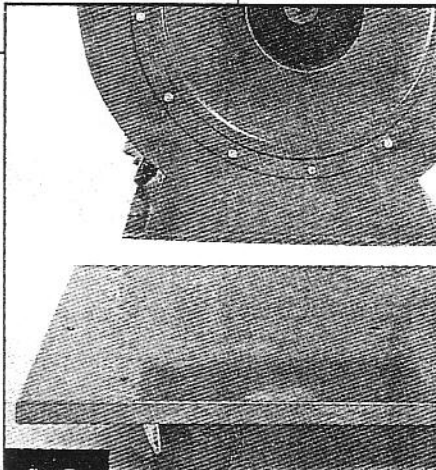

fig 5
◀ fig.5 Nach dem Montieren und Sichern der Räder drehen Sie die Grundplatte um und positionieren Sie das Absauggehäuse(A) über den vier Löchern in der Grundplatte.